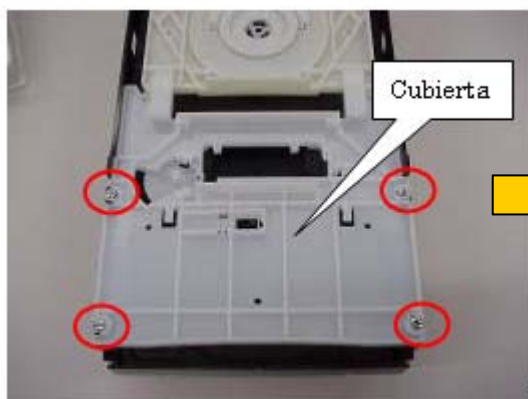
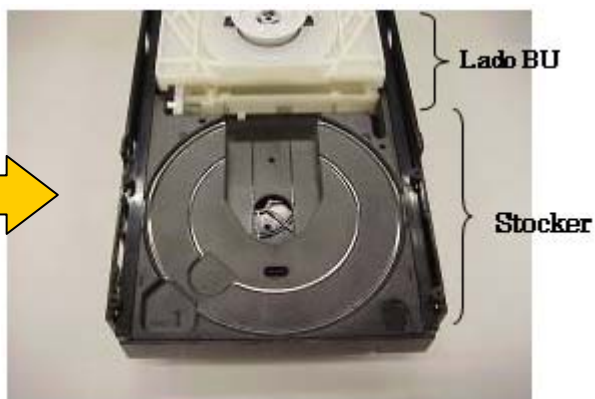

Fig. 1.1
Fig. 1.2
1.1 Remueva los tornillos (4 piezas) y quite la cubierta (Fig. 1.1). Confirme que las 3 charolas de CD se encuentren del lado del Stocker (Fig. 1.2).